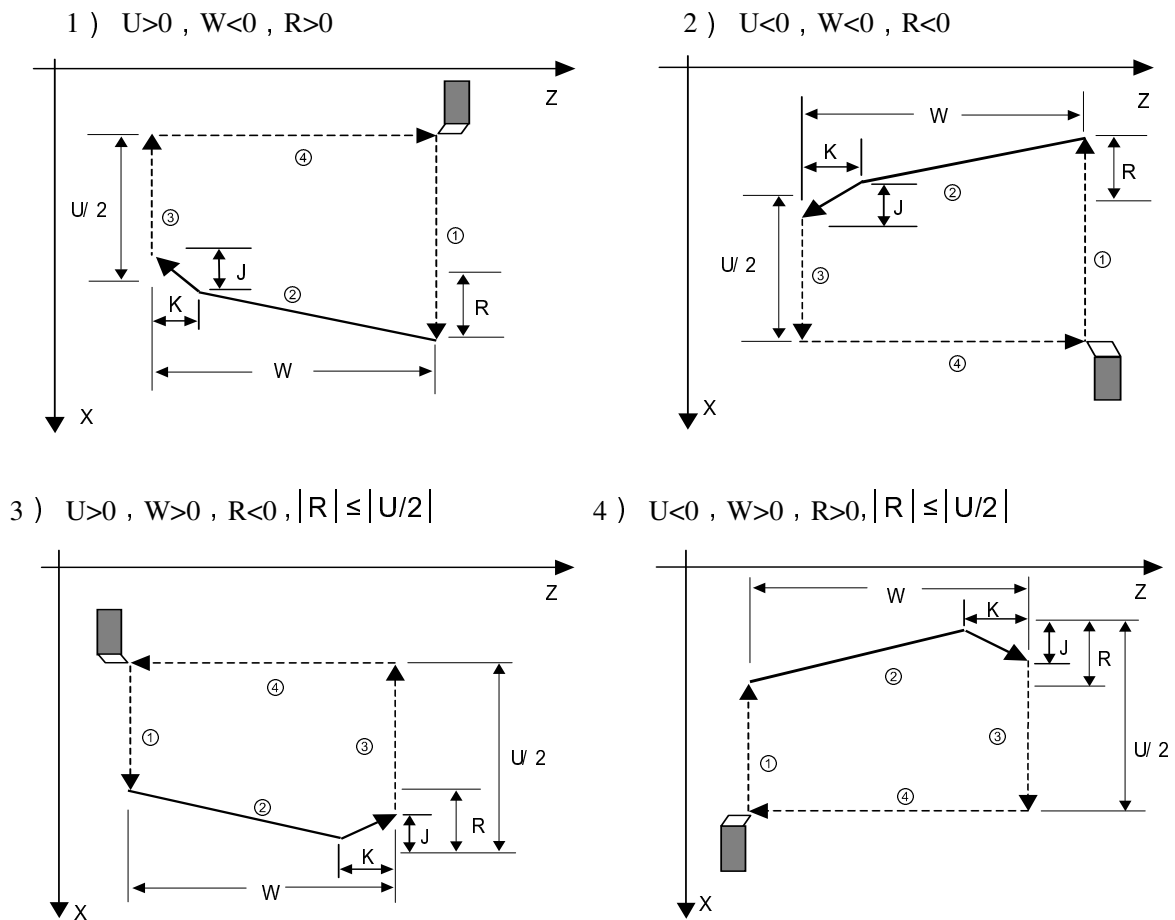

Fig.3-56
**Função do comando:** Penetrações ferramenta na direção radial (X) e cortes em direção axial (Z ou X, Z) do ponto de partida de corte para realizar rosca reta, ciclo de corte rosca cônica com passo de rosca constante. Saída da rosca no G92: a uma distância fixa a partir do ponto final do corte de rosca, Z executa interpolação de rosca e retrai X com a aceleração exponencial ou linear, e retrai em X com avanço rápido após chega do eixo Z ao ponto final de corte como Fig. 3-56.
**Caminho do comando:** posição relativa entre rosca, ponto final e ponto de partida com U, W, R e percurso da ferramenta e direção de com diferente U, W, R sinais como Fig.3-56:
- ⑦ Movimento rápido para E na direção X;
- ⑧ Z atravessa para O ponto e o ciclo de desbaste é completado para executar o acabamento;
- ⑨ Depois que a ferramenta percorre rapidamente para B (a profundidade de corte é k e o avanço de corte é d), executa o acabamento na rosca, na última a ferramenta retorna ao ponto A e assim o ciclo de acabamento é concluído;
- ⑩ Se o numero de ciclo de acabamento é menor que m, executa □ para realizar o ciclo de acabamento, a profundidade de corte da rosca é k e o movimento de corte é 0; se o numero de ciclo de acabamento é igual a m, o ciclo composto G76 é concluído.
- A direção de A→C→D→E é definido pelo sinal de U,W , e a direção de C→D é definido pelo sinal de R(i). Existem quatro tipos de composição de sinal para U, W correspondentes a quatro tipos de caminhos de usinagem como Fig. 3-56.